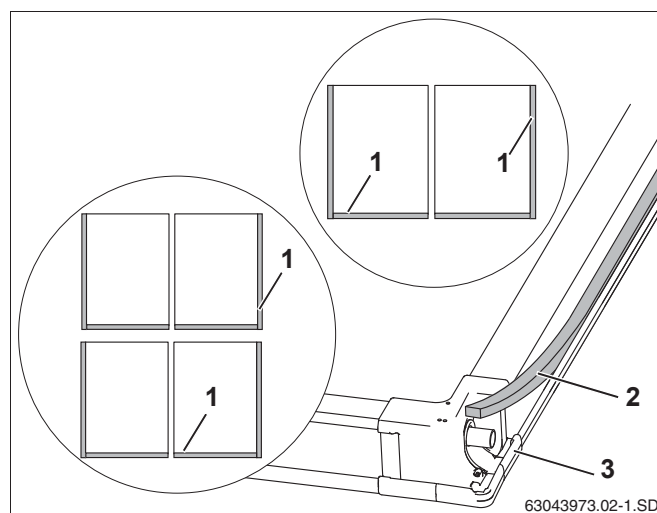

Рис. 21 Задняя сторона коллектора
В местах соединений боковых и нижних накладных листов с коллекторами (рис. 21, поз. 1) должна быть уложена уплотняющая лента.
- ▶ Уложите уплотняющую ленту (рис. 21, поз. 2) клеящей стороной вперед в пазы наружной стороны крайнего коллектора и внизу каждого коллектора (рис. 21, поз. 1) в т.ч. в угловой соединительный элемент (рис. 21, поз. 3).